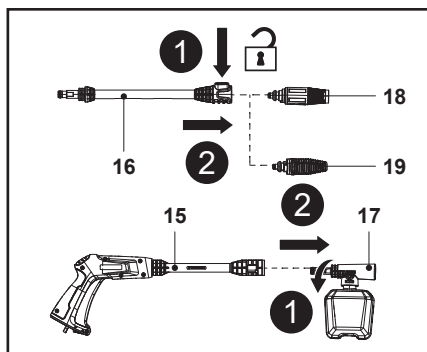

Fig. 13
1. Desconecte o bocal (18 / 19) da lança de extensão (16) ou desconecte o bocal (17) do recipiente de detergente da pistola de pulverização (15) (Fig. 13).